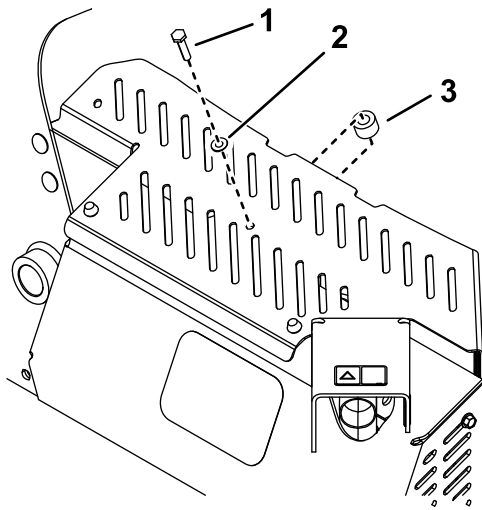

Figura 11
6. Utilice el perno autorroscante ($1/4$ " x $1 1/4$ ") y la arandela para instalar el espaciador entre el protector térmico y el protector del silenciador (Figura 11).